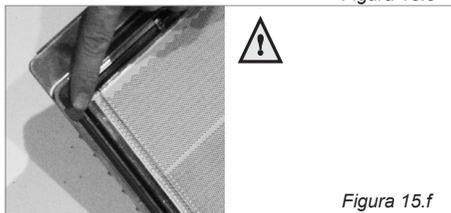

Figura 15.f
- Sostituire la guarnizione (11) tra la cappa dello scambiatore di calore (10) e lo scambiatore (osservare la posizione in figura 15.f):
- Controllare che il venturi (13) non sia contaminato e, se necessario, pulirlo con un panno morbido e un aspirapolvere.